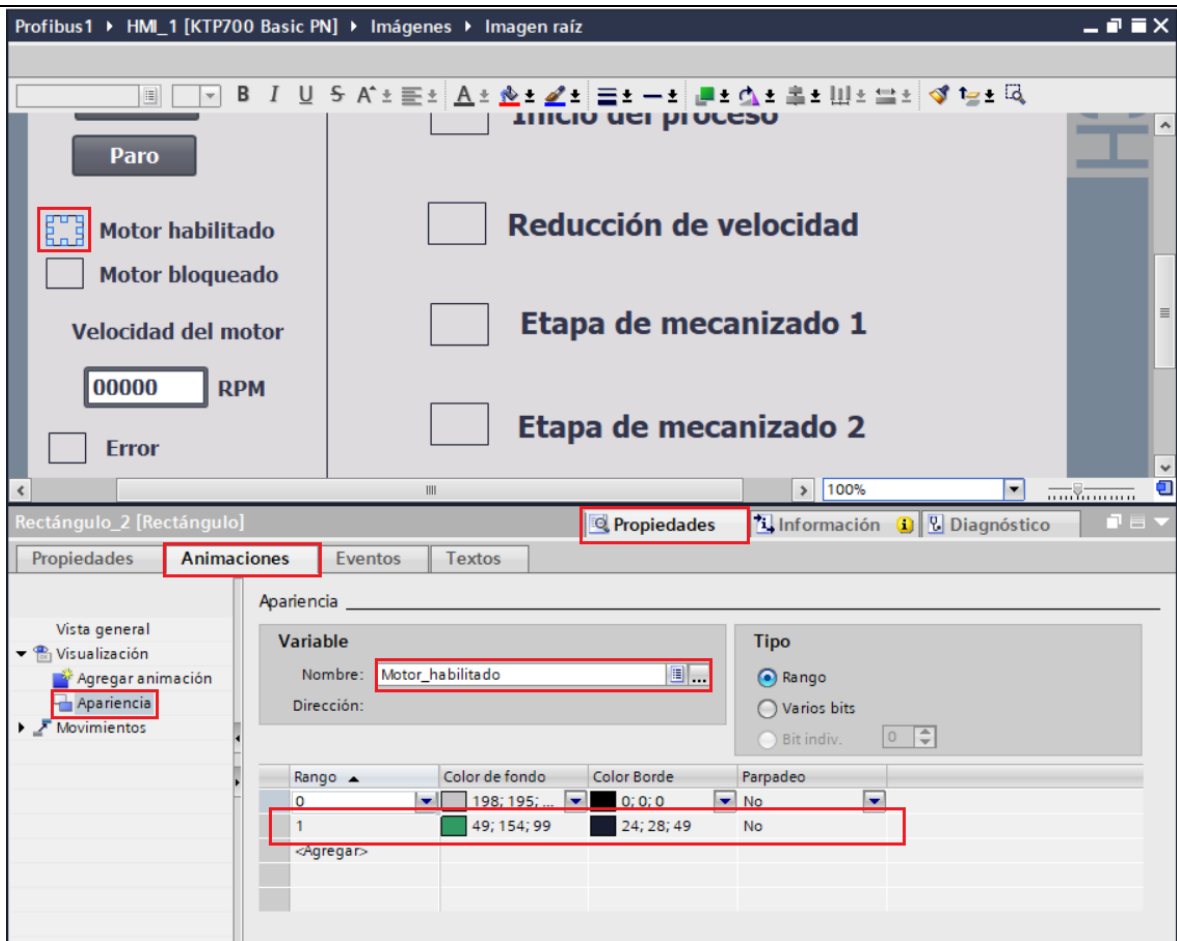

Figura 34. Configuración Motor Habilitado
- En “Rango” seleccionar “1” y en “Color de fondo” seleccionar el color “Verde” (ver Figura 34).